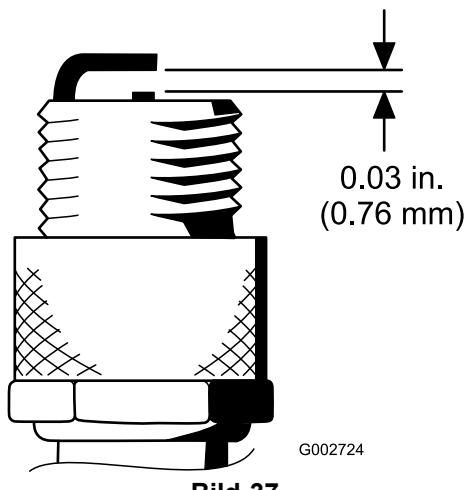

Bild 37
4. Stellen Sie den Abstand zwischen der Mittel- und der Masseelektrode auf 0,76 mm ein (Bild 37).